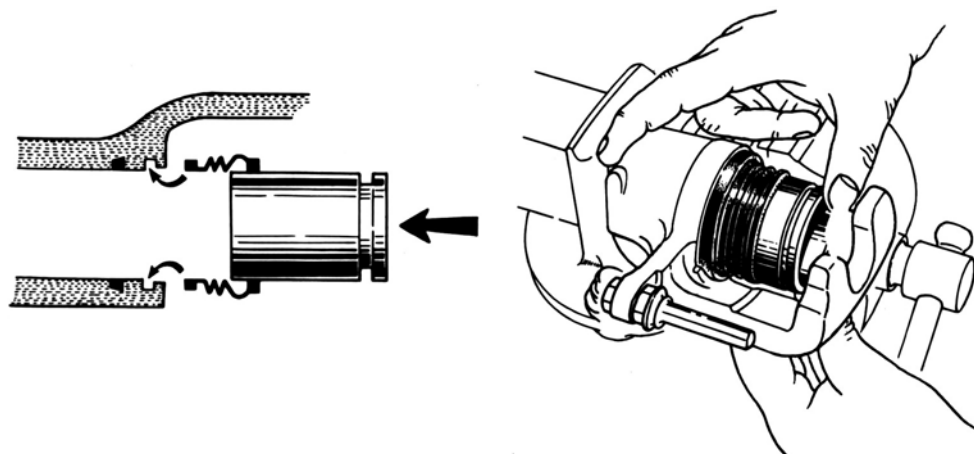

Рис. 1.14. Сборка корпуса скобы
- смазать жидкостью НГ-213 рабочие поверхности поршня и чехла и установить последний на поршень (рис. 1.14). Не смещая чехол, заправить его в канавку корпуса;